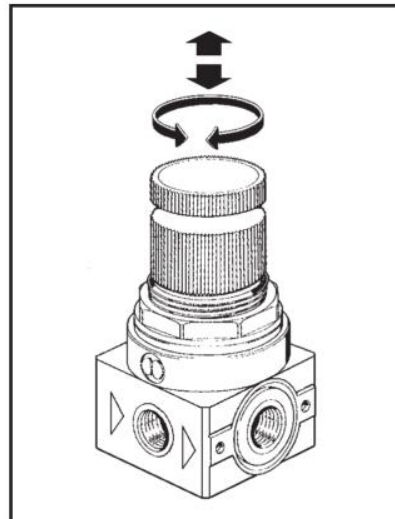

Abb. 13: Drehknopf Druckregler-Filtergruppe
- ◆ Stellen Sie den Luftdruck durch den Drehknopf der Druckregler-Filtergruppe ein (Abb. 13:)